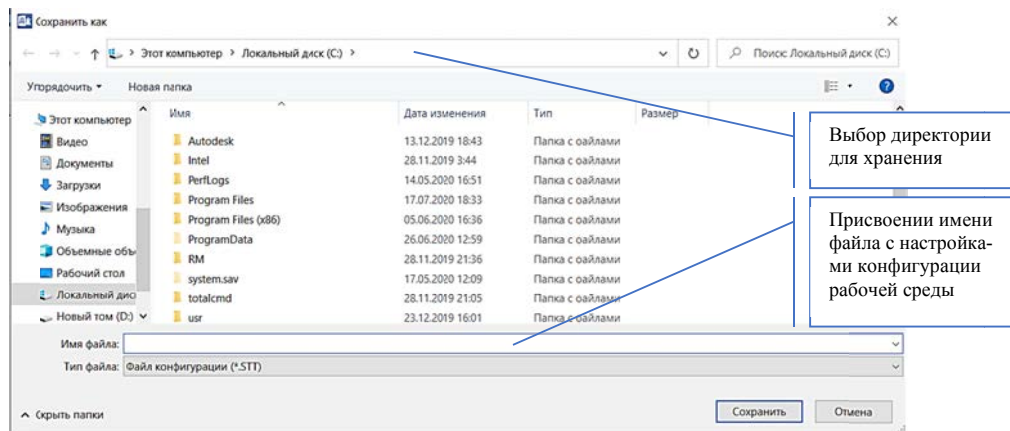

Рис. 1.7. Сохранение файла конфигурации рабочей среды
3. Выполните сохранение конфигурации рабочей среды в системный файл (*.STT) и сохраните в своей директории для работы (рис. 1.7).